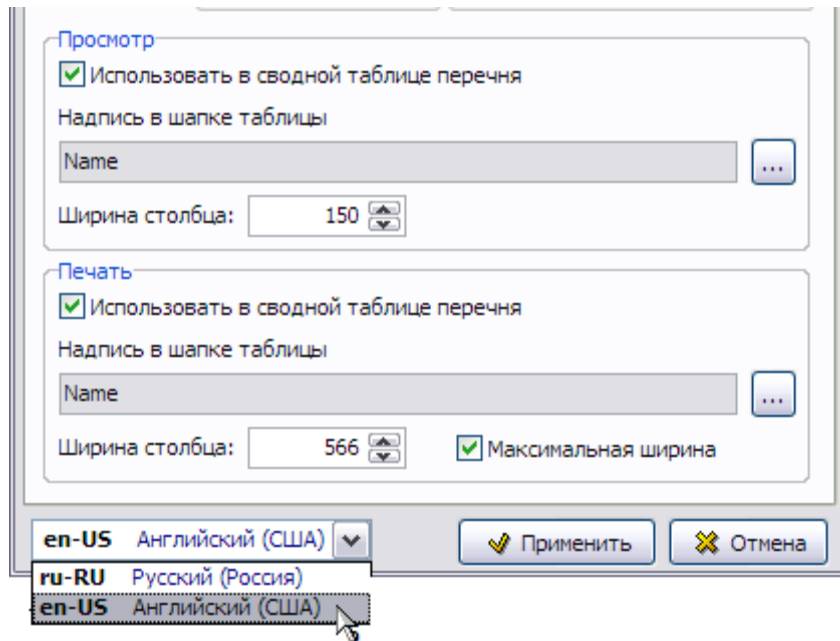

Рис. 3.19
7. В выпадающем списке поля, расположенного в левом нижнем углу окна, показаны языки шаблона проекта. Языки шаблона проекта указывались при его создании (см. раздел 1.6 «Формирование нового шаблона»). Пользователь может просмотреть значения, установленные для поля **Надпись в шапке таблицы**, для всех языков шаблона проекта. Для этого необходимо выбрать название языка из выпадающего списка (Рис. 3.19).